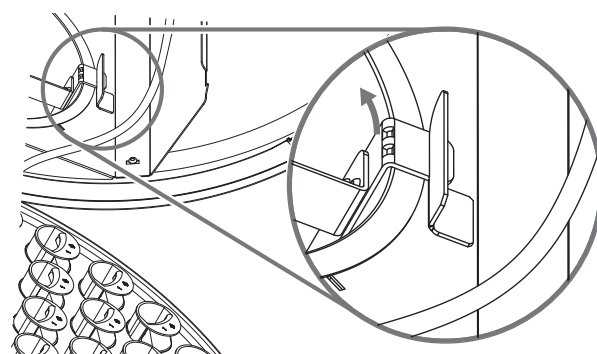

Bild 6. Demontering av spjäll.
6) Spjälldelen trycks inåt samtidigt samtidigt som den vrids medurs och dras ut ur donet, bild 6.